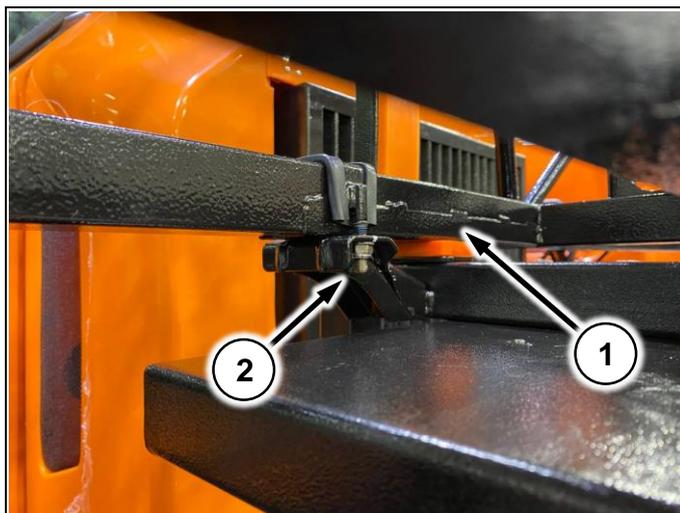

Рис. 208
- 1) Опустите штанги на опоры; (Рис. 208/1)
- 2) Ослабьте гайки на хомуте фиксатора и подведите фиксатор к прижиму на опоре (Рис. 208/2);